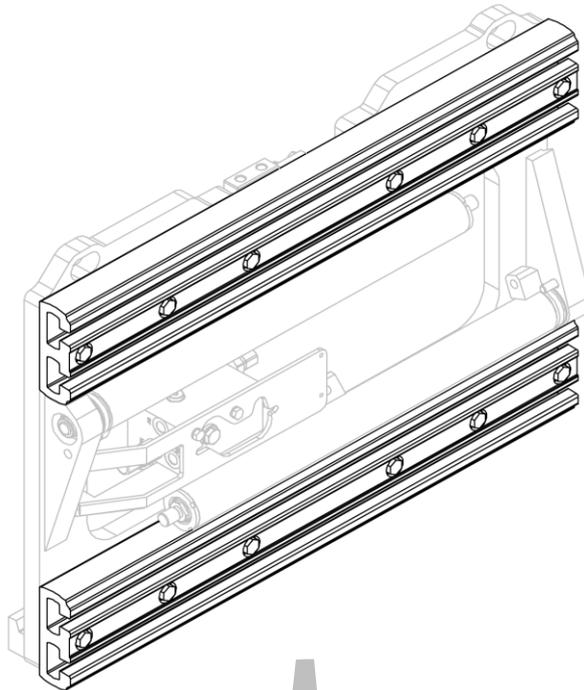
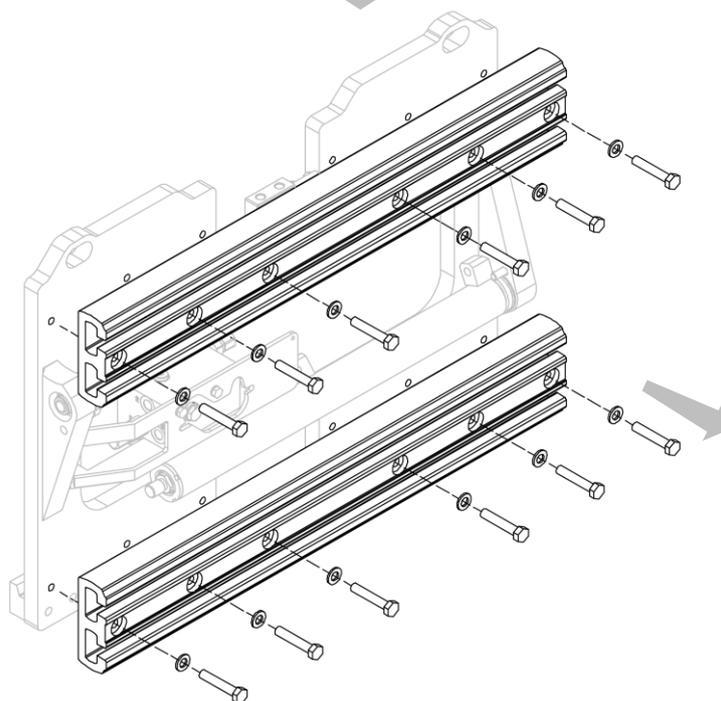

Figura 38
Figura 39
2. Rimuovere, uno per volta, i profili in alluminio dopo aver svitato le apposite viti (vedi *Figura 38* e *Figura 39*).